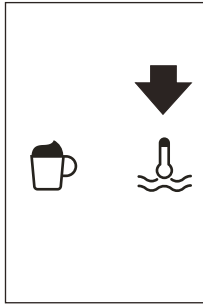

Fig. 27
- ▶ Pulse el icono  (B13) (Fig. 27).